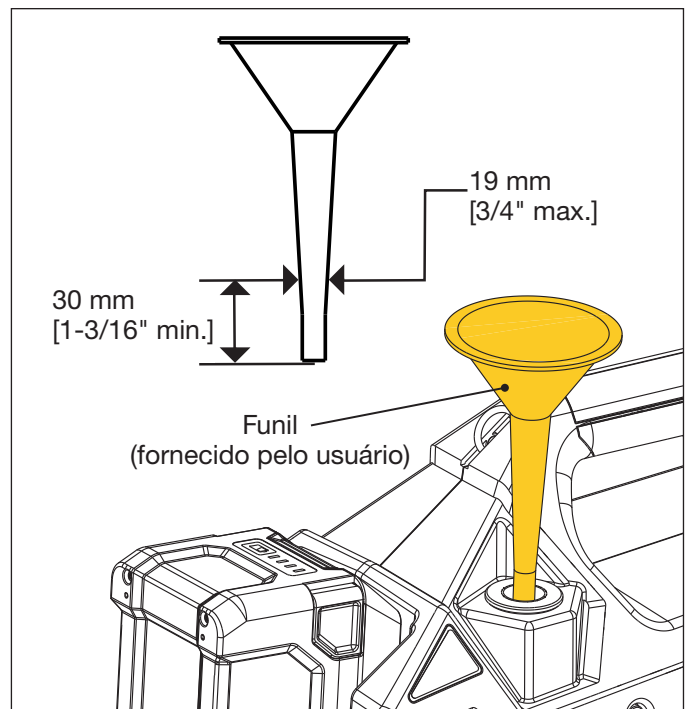

Figura 13: Adição de Óleo Usando Funil
5. Coloque um funil (máximo de 19 mm [3/4"] de diâmetro externo da haste e pelo menos 30 mm [1-3/16"] de comprimento) através da abertura de enchimento e insira-o no tubo de enchimento de óleo. Veja Figura 13.